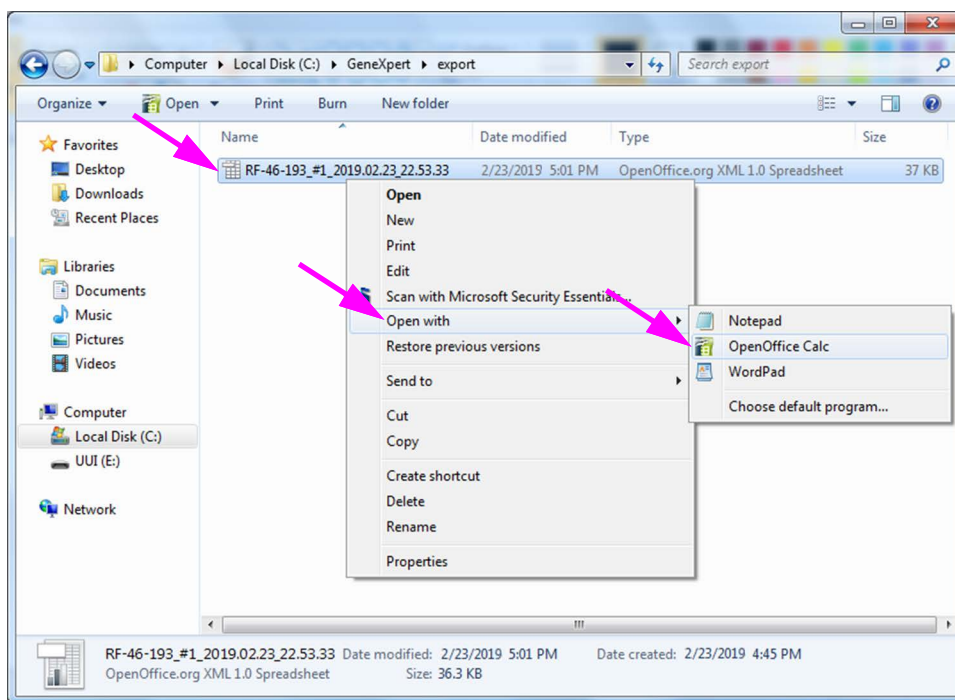

Figure D-1. Ouverture d'un fichier .csv pour configurer AOO (exemple)
1. Dans le dossier GeneXpert de votre système, accédez au dossier **Export**. Faites un clic avec le bouton droit sur le fichier .csv que vous souhaitez ouvrir. Quand le menu déroulant s'ouvre, cliquez sur **Open with (Ouvrir avec)** et sélectionner **OpenOffice Calc**. Consultez la Figure D-1.